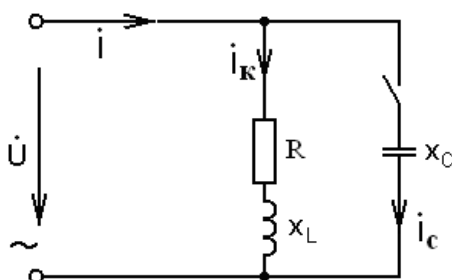

Рис.8.22
**Задача 2.** В цепь синусоидального тока напряжением  $U$  и частотой  $f$  включена катушка с активным сопротивлением  $R$  и индуктивным  $X_L$  рис. 8.22.